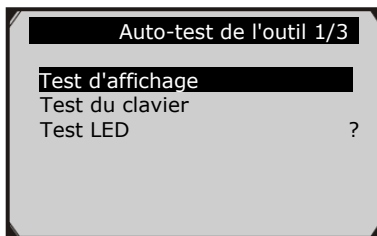

Figure 3.9
- 2) Sélectionnez **Test d'affichage** dans le menu **Autotest de l'outil** et appuyez sur la touche **OK** pour lancer le test. (Figure 3.9 )